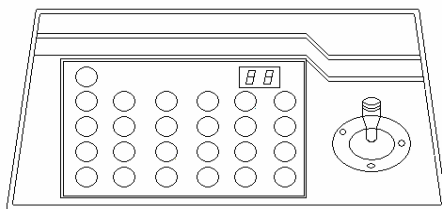

Figure 1
1. Схема передней панели и описание кнопок (Figure 1)